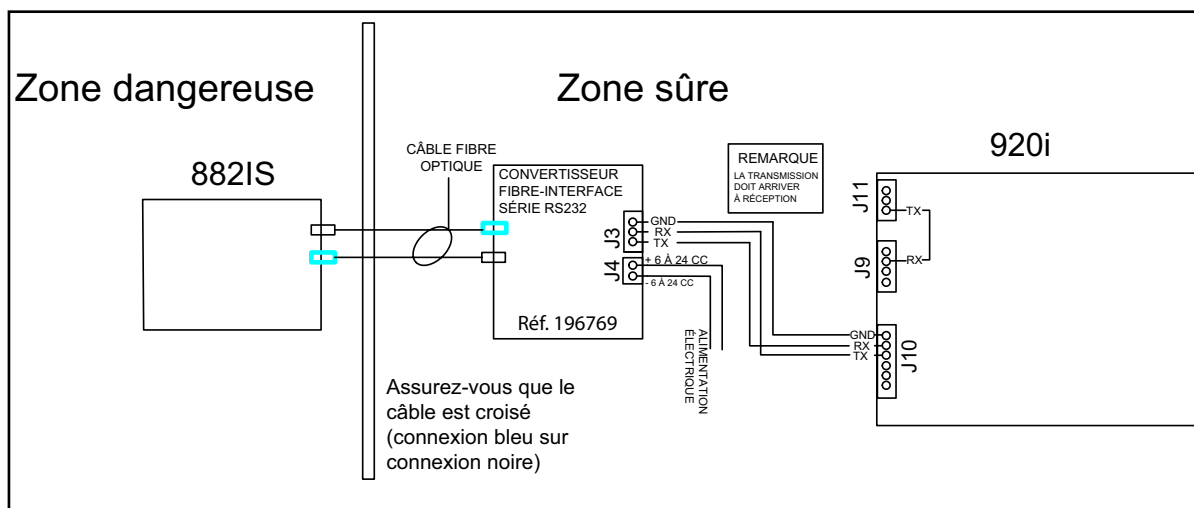

Figure 8-1. 882IS/882IS Plus - Exemple de système de mise en lots par points de consigne avec matériel RS-232
L'indicateur 882IS/882IS Plus est capable de contrôler la mise en lots à points de consigne sur un indicateur de poids Rice Lake Weighing Systems 920i distant. Cette capacité permet à un moteur de mise en lots industriel de fonctionner dans un environnement sûr, contrôlé par le 882IS/882IS Plus via un câble en fibre optique depuis une zone dangereuse. Reportez-vous à la Figure 8-1 pour voir des exemples de configuration.
- Un boîtier convertisseur fibre-interface série RS-232 (réf. 196769) (Figure 8-1, page 76)
- Réalisez le raccordement de l'adaptateur fibre RS-232 à l'indicateur 920i (Figure 8-1, page 76) pour les connexions.